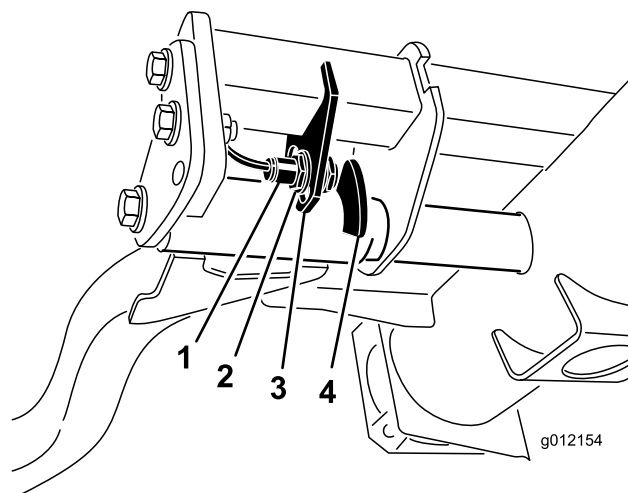

Figura 55
2. O interruptor do braço de elevação encontra-se por baixo do depósito hidráulico por trás do braço de elevação direito dianteiro (Figura 55).
3. Solte os parafusos de montagem do interruptor e desloque o interruptor para baixo para aumentar a altura de viragem do braço de elevação ou desloque o interruptor para cima para diminuir a altura de viragem do braço de elevação (Figura 55).